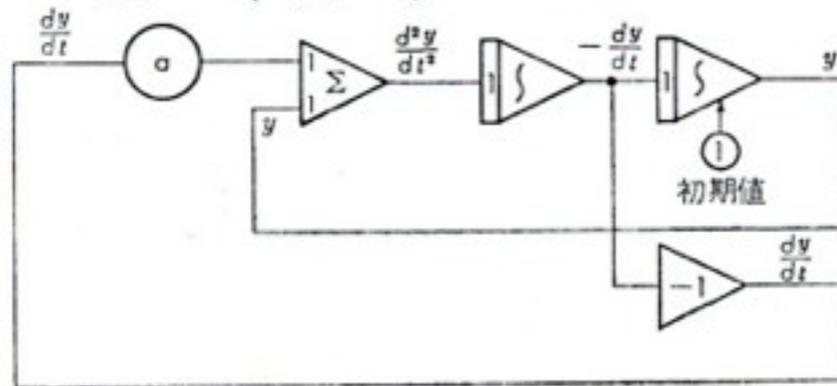
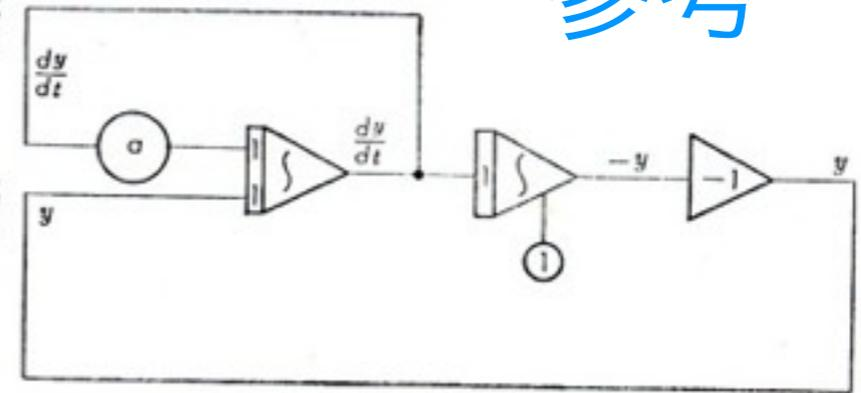

図 3-5
図 3-6
前と同様にして閉回路をつくと図3-5になる。図3-5の左から2番目の積分器の①は初期条件を入れることを示している。回路の組み方はただ一つとは限らず加算と積分とを同
時に行なわせると要素が一つ節約されて図3-6となる。
よって図3-5または図3-6で(3.5)式を解くには、初期条件として1ボルトをこの回路に加えることによって過渡現象を起こさせ、電圧 y を測定すればよいわけである。